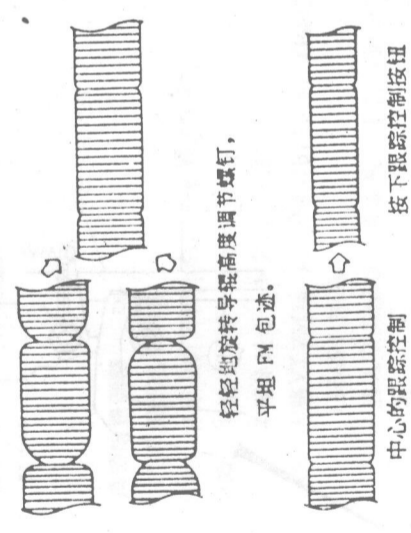

图 53
② 跟踪控制(放象): 定心(当更换过磁鼓之后而进行此项调节时, 请将跟踪设定于调频(FM)输出最大处);
③ 高度调节螺钉: 平坦 FM 包迹, 如图 53 所示;
④ 按下跟踪控制按钮;
⑤ 检查 FM 包迹的开始和终止时的 FM 落下是否均匀;
⑥ 旋紧导棍定位螺钉。